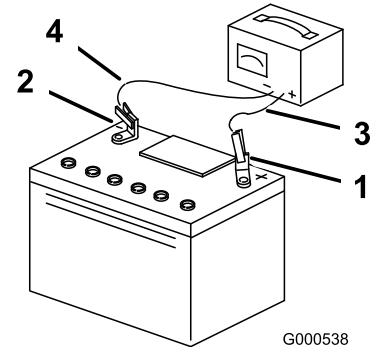

Figura 53
5. Quando a bateria estiver totalmente carregada, desligue o carregador da tomada elétrica e em seguida desligue os cabos do carregador dos bornes da bateria (Figura 53).